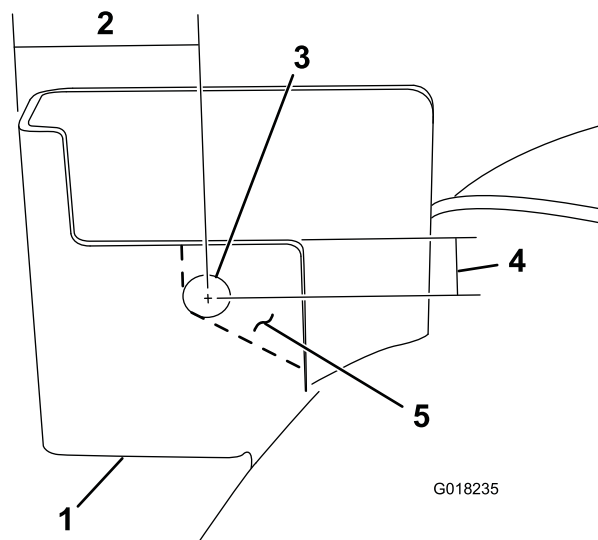

Figura 2
- A. Per facilitare la rimozione del materiale dalla staffa posteriore sinistra del piatto di taglio, praticate un foro da 13 mm sulla staffa nel punto indicato in Figura 2.
B. Rimuovete la porzione della staffa posteriore sinistra del piatto di taglio, come illustrato in Figura 2.